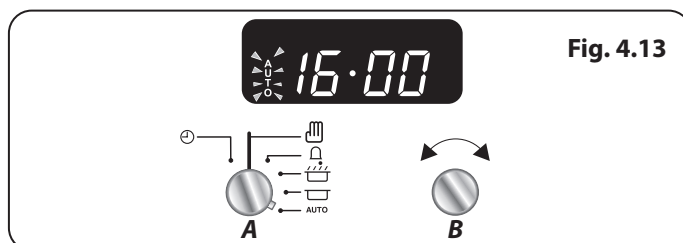

Fig. 4.13
6. När programmet startar ugnen, visas tillagningssymbolen på displayen. När den inställda tiden har förflutit hörs en larmsignal och ugnen stängs av. Tillagningssymbolen på displayen släcks och ordet "AUTO" blinkar (**Fig. 4.13**).